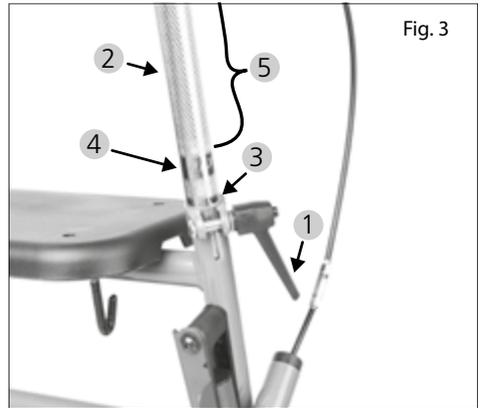

Fig. 3
1. Liberare le leve di bloccaggio (1, fig. 3) e infilare le manopole di spinta (2, fig. 3) nei tubolari verticali (3, fig. 3) del telaio.
4. La posizione più alta consentita è identificata dalla marcatura "MAX" (4, fig. 3). Non fissare mai il tubolari lungo la zigrinatura (5, fig. 3) al di sopra della marcatura.
Pericolo per la sicurezza! Fissare il tubolare della manopola al di sotto della zigrinatura (4, fig. 3). Solo in questo modo è possibile un uso in sicurezza del deambulatore. _____